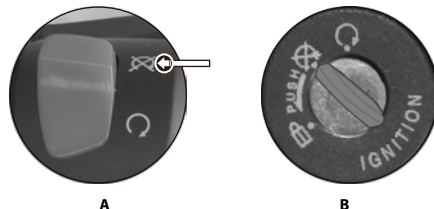

Imagen 34. Apagado de motor.
3. Colocar el interruptor cortacorriente en la posición  (ver imagen 34-A).
4. Girar el interruptor de encendido y bloqueo en posición de apagado  (ver imagen 34-B).